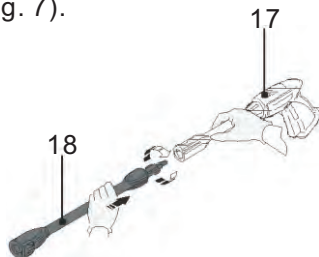

Fig. 7
- > La buse vario (19) s'utilise toujours en combinaison avec la rallonge I (18) (Fig. 7).